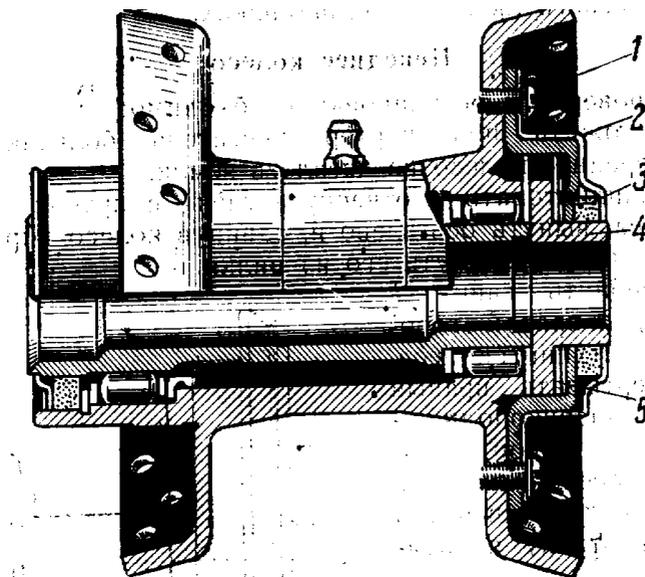

Рис. 48. Ступица заднего колеса:
- а) отвернуть винты 1 (рис. 48) крепления корпуса 2 сальника 3 с левой стороны колеса, снять корпус и опорную втулку 4;